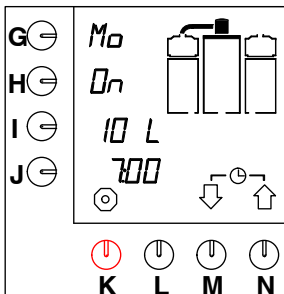

Fig. 13 Timer til ventetilstand
- Uret i displayet begynder at blinke, og automaten vil lave kaffe på det indstillede tidspunkt. Ventetilstanden vises i displayet (fig. 13).